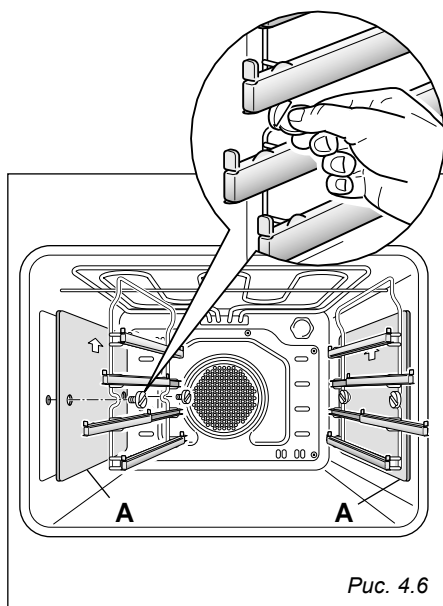

Рис. 4.6
- Установите скользящие полочки внутри духового шкафа с помощью 2 винтов (Рис. 4.6).
- В случае оснащения моделей каталитическими панелями вставьте данные панели «А» стрелочкой вверх (Рис. 4.6). В моделях с боковым внутренним освещением каталитические панели необходимо установить правильно, как указано в главе «ПРАВИЛЬНОЕ РАЗМЕЩЕНИЕ КАТАЛИТИЧЕСКИХ ПАНЕЛЕЙ В МОДЕЛЯХ С БОКОВЫМ ОСВЕЩЕНИЕМ» на странице 30.
- Открутите крепежные винты и выдвиньте скользящие полочки и каталитические панели (при наличии) на стенке духового шкафа, как показано на Рис. 4.6.